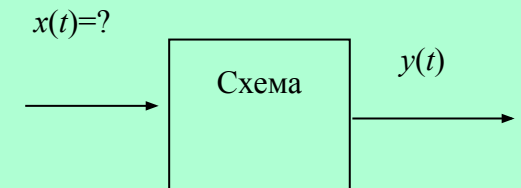

Рис. 4.27
- Схематично задача синтеза показана на рис. 4.27.